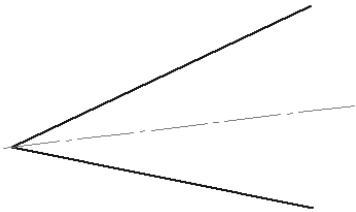

Рис. 8.155. Пример построения автоосевой линии для двух отрезков по биссектрисе **С указанием границы**
- нажмите клавишу **Esc** для прерывания выполнения команды. Пример построения автоосевой линии для двух отрезков по биссектрисе показан на рис. 8.155.